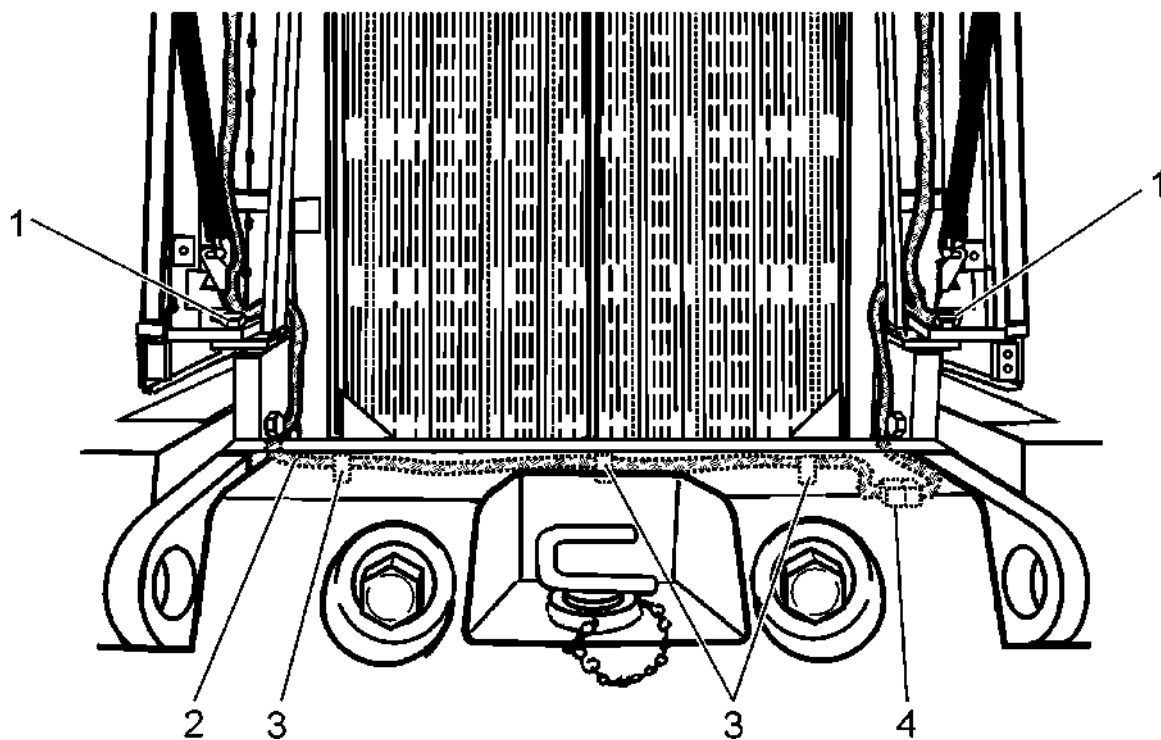

Рис. 6.3. Точки крепления ограждений двигателя и жгута электропроводов
4. Открыть заднее ограждение (5, Рис. 6.2.), вынуть жгут (2, Рис. 6.3.) электропроводов из скоб (3) на раме. Разъединить штекерный электроразъем (4).
5. Выкрутить болты (1, Рис. 6.3.), крепящие крышу (3) к раме.